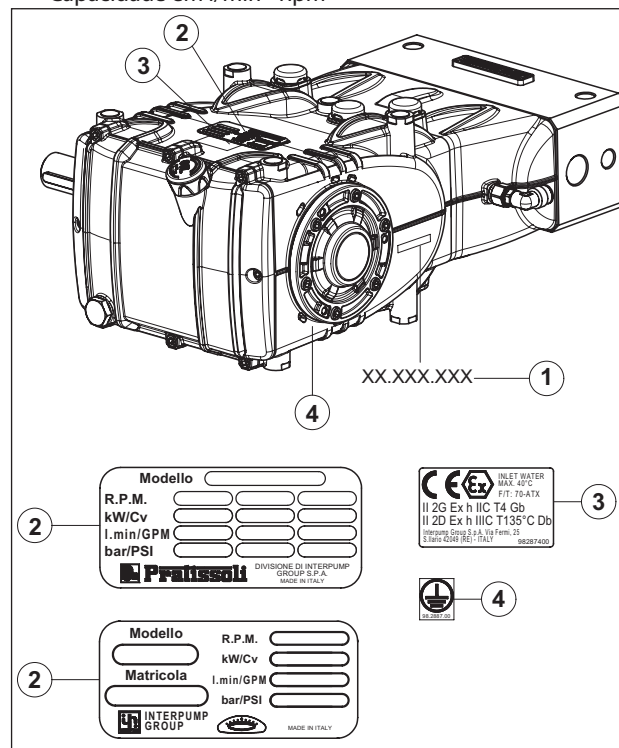

Fig. 1
Cada bomba Fig. 1 tem seu próprio número de série XX.XXX.XXX, veja pos. ① e uma etiqueta de identificação, veja pos. ②, que indica: